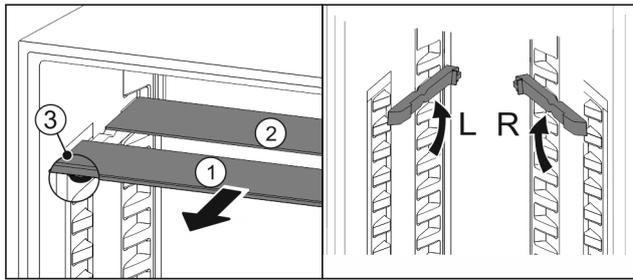

Fig. 52
- ▶ Glasplatten einzeln nach vorne herausziehen Fig. 52 (1).
- ▷ Glasplatte Fig. 52 (1) mit Zierleiste liegt vorne.
- ▷ Stopps Fig. 52 (3) zeigen nach unten.